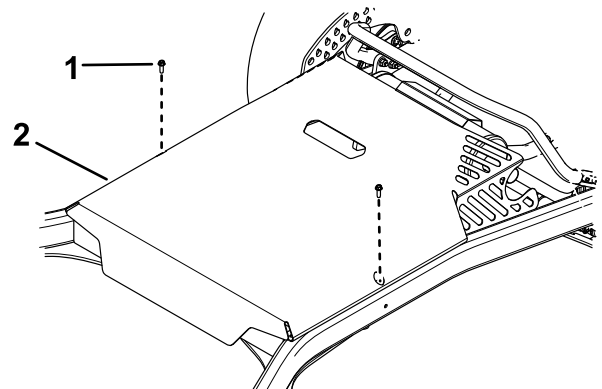

Figura 25
3. Retire los 2 pernos que fijan la cubierta de la carcasa y retire la cubierta de la carcasa (Figura 25).